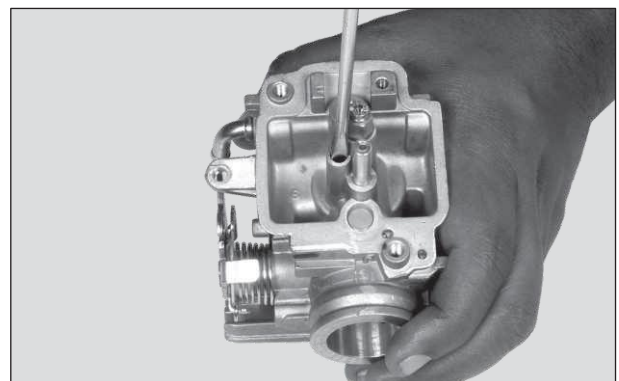

Fig.4.19
- Retire el boquerel de baja. (Fig. 4.19)